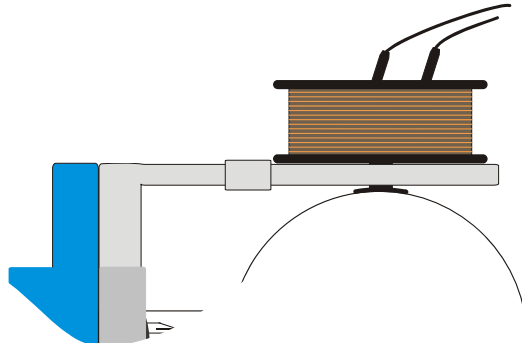

Fig. 1 Aufbau der Zusatzspule auf dem Röhrenhalter D (1008507)
- Spule auf der oberen Gabel des Röhrenhalters platzieren (siehe Fig. 1).